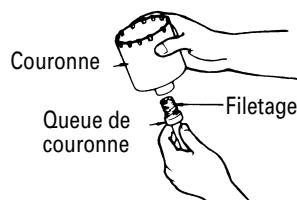

Fig. 26
- (1) Monter la couronne sur la queue de couronne. (Fig. 26)
- (2) Graisser le filetage de la queue de couronne afin de faciliter le démontage.